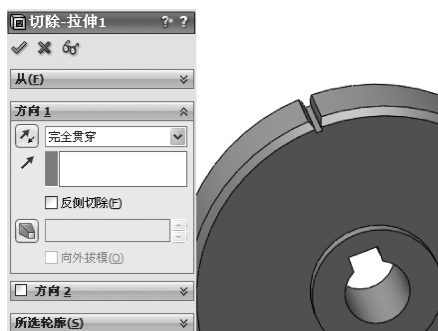

图 12-9 切除-拉伸特征 1
2) 单击【特征】工具栏中的 (切除-拉伸) 按钮，在【属性管理器】中弹出【切除-拉伸】属性设置。在【方向 1】选项组中，设置【终止条件】为【完全贯穿】，单击 (确定) 按钮，生成拉伸切除特征，如图 12-9 所示。